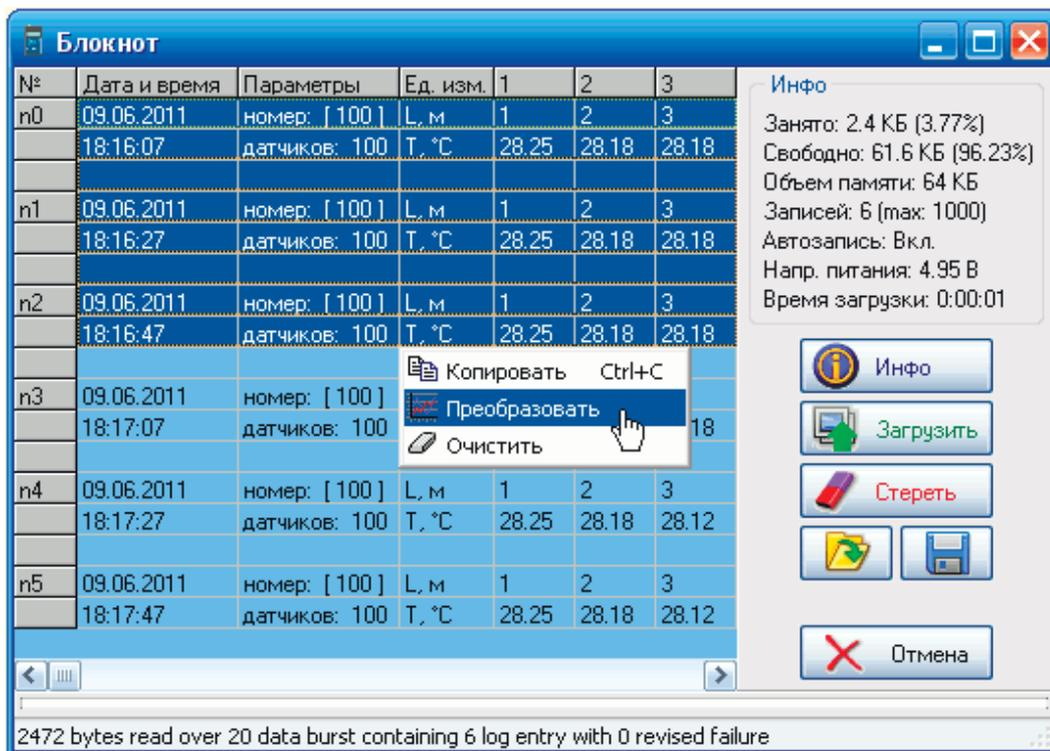

Рисунок 9 – Окно "Блокнот" в программе Viper.exe
2.4.6.4 Для считывания и просмотра на графиках и в таблице информации из Блокнота предназначено окно "Блокнот" программы Viper (см. рисунок 9). Подробно описание программного обеспечения Viper приведено в файле справки Help.exe.